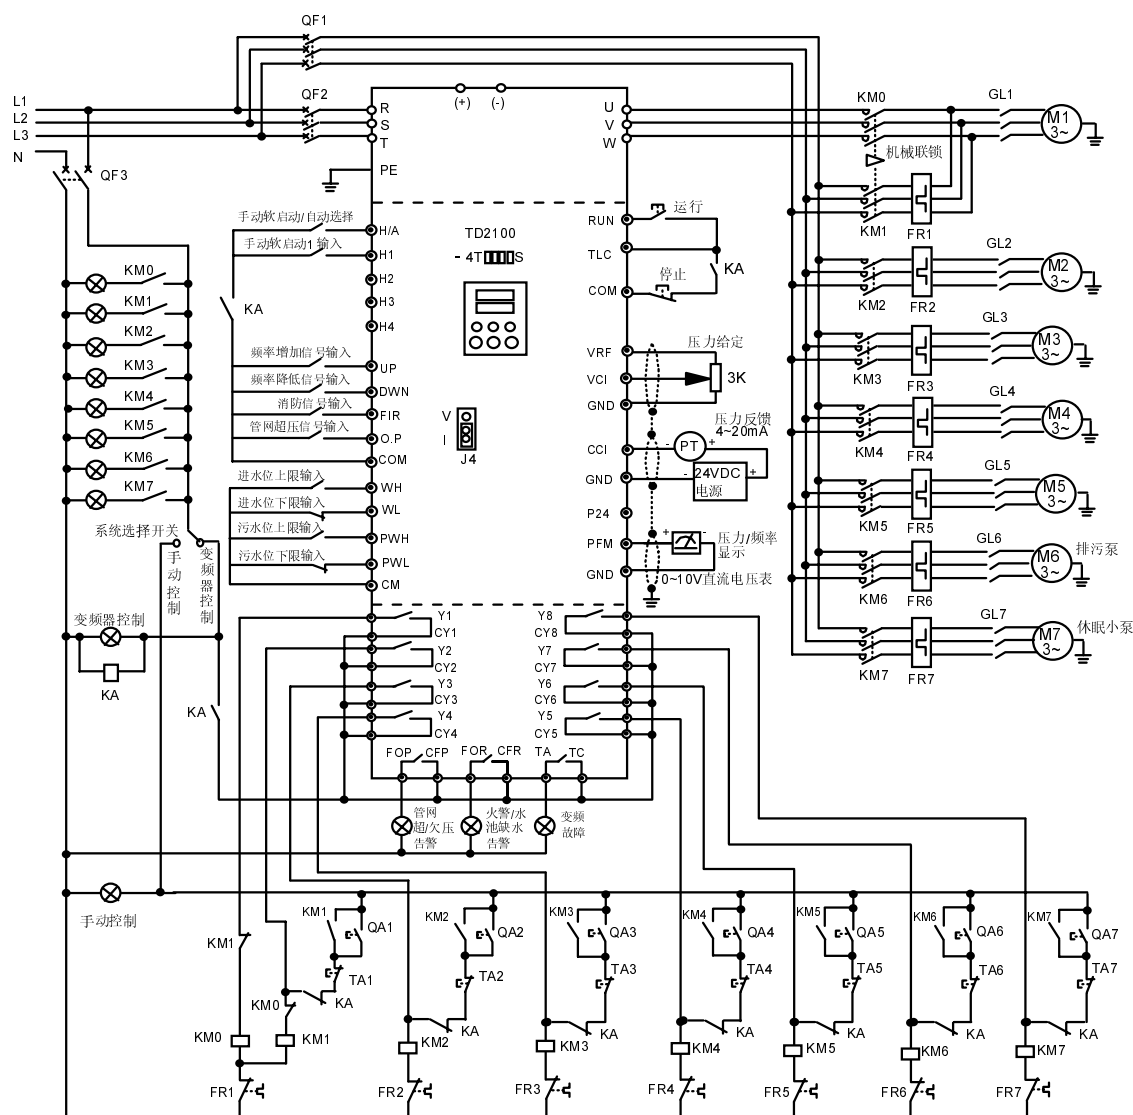

图3-12 变频固定方式（典型应用：5台常规泵+1台排污泵+1台休眠泵）
12. F107=0: 端子控制的普通控制方式; 如果需要采用三线运行控制方式, 则F107=1, 三线运行控制方式说明及接线见图3-12或表3-4;
11. F107=0: 端子控制的普通控制方式；如果需要采用三线运行控制方式，则F107=1，三线运行控制方式说明及接线见图3-12或表3-4；
9. F107=0: 端子控制的普通控制方式; 如果需要采用三线运行控制方式, 则F107=1, 三线运行控制方式说明及接线见图3-12或表3-4;
2. 功能码设置见图3-12。
11. F107=0: 端子控制的普通控制方式; 如果需要采用三线运行控制方式, 则F107=1, 三线运行控制方式说明及接线见图3-12或表3-4;